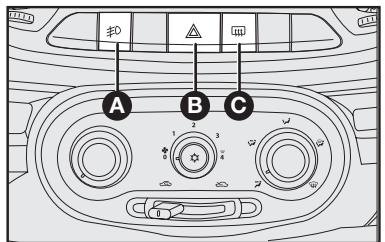

fig. 74
PULSADORES DE MANDO - fig. 74
- **A-fig. 74** - botón con indicación de función activada en el cuadro de instrumentos para encender/apagar los faros auxiliares (si presentes).
Solamente funciona con la llave de arranque en la posición **MAR**. Los faros auxiliares se apagan cada vez que la llave de arranque es puesta en **STOP**. Para encenderlos nuevamente es necesario presionar el botón **A-fig. 74**.
Luces de emergencia - B-fig. 74 - se encienden apretando el botón **B**, independientemente de la posición de la llave de arranque.
Luneta térmica - C-fig. 74 - botón con indicador de funcionamiento en el cuadro de instrumentos, para conectar y desconectar el desempañador del vidrio trasero. Funciona solamente con el motor en funcionamiento.